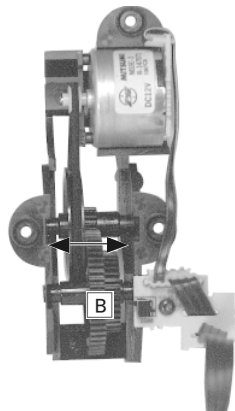

Fig. 19
- Die Seitenteile vorsichtig auseinanderbiegen und die Zahnräder ⊡ und ⊢ herausnehmen (Fig. 19 und 20).
- Bend the side parts carefully apart and take out the gear wheels ⊡ and ⊢ (Fig. 19 and 20).